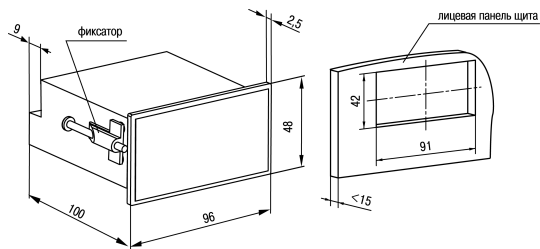

Рисунок 4.7 – Габаритные размеры корпуса Щ2
1. Подготовить на щите управления место для установки прибора (см. рисунок 4.7).